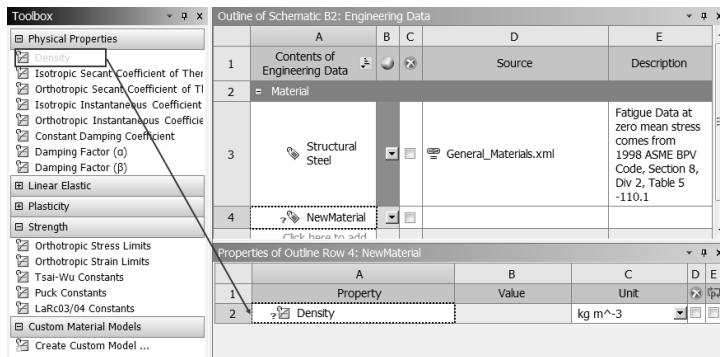

图 9-13 添加密度属性
Step3: 如图 9-13 所示, 将 Toolbox (工具箱) 中的 Physical Properties Density 属性直接拖到右下侧的 A2 (Property) 栏中。